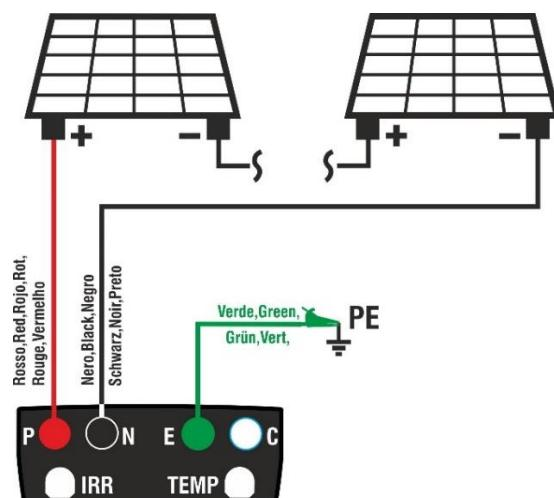

Fig. 7: Connexion de l'instrument pour la mesure de l'isolation en mode DUAL
- Connectez l'instrument à la chaîne PV à l'essai comme indiqué dans la Fig. 7. Le test peut également être effectué sur plusieurs chaînes en parallèle les unes des autres. Il est rappelé qu'il est également nécessaire de sectionner les éventuels déchargeurs connectés aux câbles de la chaîne/chaînes et qu'il est conseillé d'effectuer la mesure en amont des éventuelles diodes de blocage